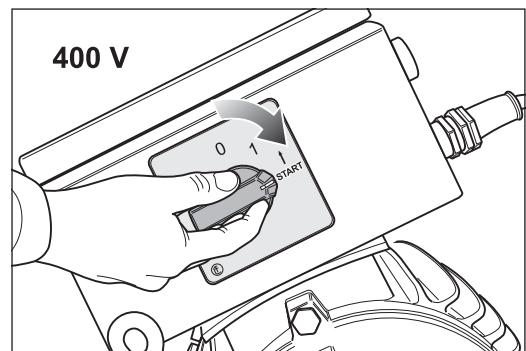
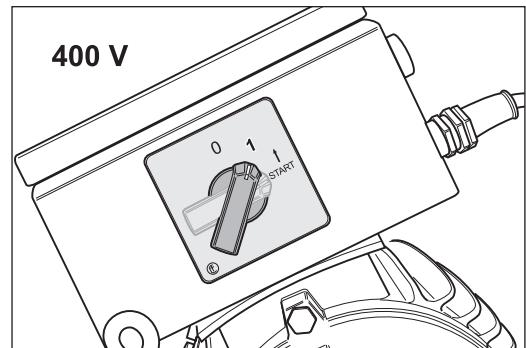

Abb. 15 Zum Einschalten den Schalterknopf auf die Position -START- drehen.
Abb. 16 Nach Anlaufen des Motors den Schalterknopf loslassen. Er nimmt automatisch die Position -1- ein.
- 2 Zum Einschalten des Motors drehen Sie den Schalterknopf auf die Position -START- (Abb. 15) und lassen Sie nach Anlauf des Motors den Schalterknopf wieder los. Er nimmt automatisch die Position -1- ein (Abb. 16).